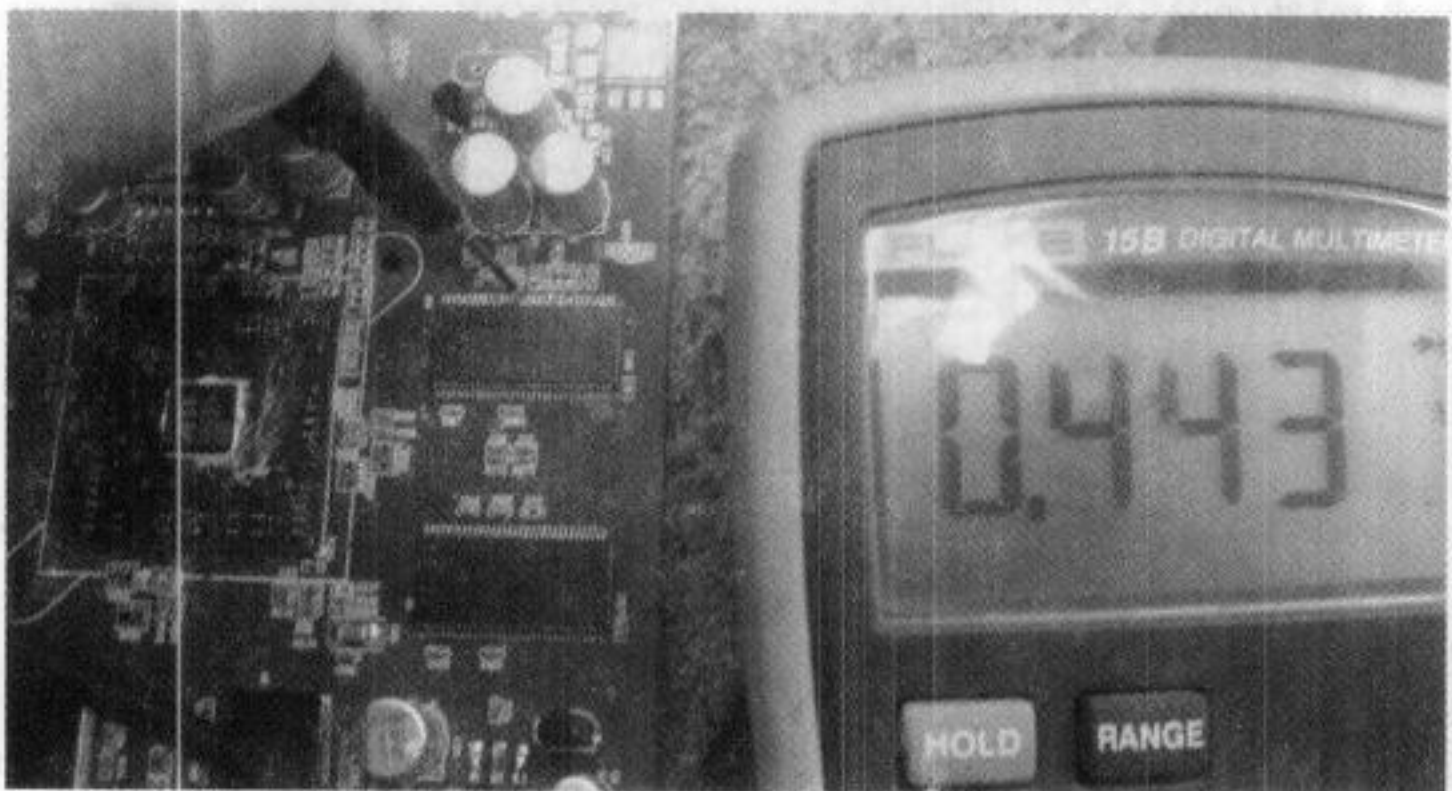

图 5-72 51 脚打值不正常
(5) 打 51 脚值为 443, 有异常了, 如图 5-72 所示。